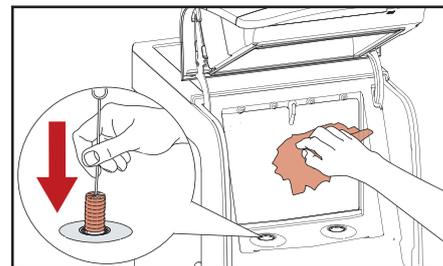

Fig. 5.9 – Limpeza do compartimento de refrigeração
- Limpe a abertura do dosador com uma escova e o interior do compartimento de refrigeração com um pano úmido, limpo (fig. 5.9), Seque com um papel toalha limpo.